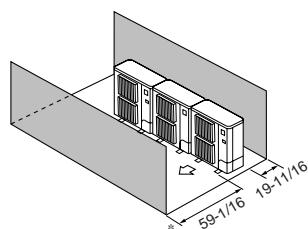

Fig. 2-11
④ Obstacles uniquement à l'avant et à l'arrière (Fig. 2-11)